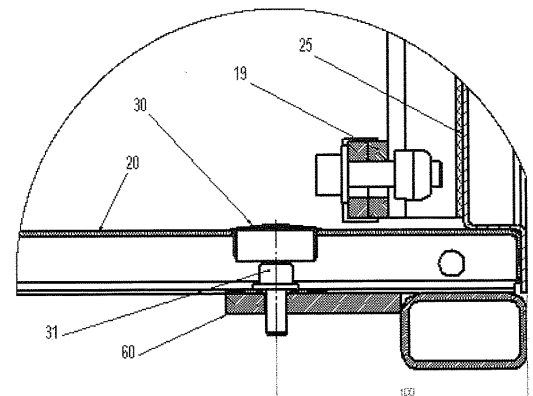

Bild 5/1: Befestigung des ZS8.4-Schaltfeldes auf Flureisenrahmen / Bodenplatte
- Sammelschienen feldweise einbauen. Die einzelnen Sammelschienenelemente je nach Systemauslegung untereinander und mit dem jeweiligen Abzweigflachleiter 2 (Bild 5/12) fluchtend verschrauben. Vorgesehene Zylinderschrauben 3.1 mit Innensechskant verwenden, Anziehdrehmoment lt. Tabelle beachten, je eine Spannscheibe für die Schraubkopfseite und je eine für die Mutterseite verwenden!